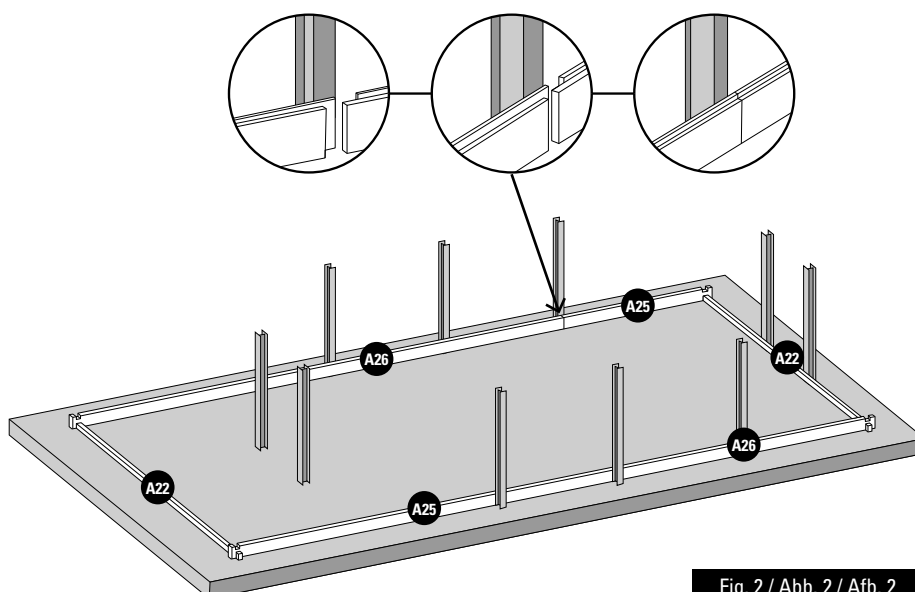

Fig. 2 / Abb. 2 / Afb. 2
- INSTALLATION OF THE FIRST LAYER OF BOARDS:** • Build the first layer placing boards (A22), (A25) and (A26) as shown by figure 2. • Adjust the shape of the pool using the inside dimensions indicated in the installation diagram (see page 44). • The drawing shows the inside dimensions of the pool for the different opposing diagonals. After having installed the first layer, you should check the inside dimensions of the pool.
- POSITIONNEMENT DE LA 1^{ÈRE} RANGÉE DE MADRIERS :** • Constituez la première rangée, en disposant les madriers (A22), (A25) et (A26) comme indiqué sur la figure 2. • Ajustez la forme de la piscine en vous aidant des dimensions intérieures indiquées sur le plan d'implantation (Voir page 44). • Le plan donne les dimensions intérieures du bassin pour les différentes diagonales opposées.
- POSITIONIERUNG DER ERSTEN REIHE VON BRETTERN:** • Errichten Sie die erste Reihe, indem Bretter (A22), (A25) und (A26) platzieren, wie Abb. 2 zeigt. • Passen Sie die Form des Pools an, indem Sie die angezeigten Innenmaße verwenden, die in der Einbauzeichnung (Siehe Seite 44) aufgeführt sind. • Die Zeichnung zeigt die Innenmaße des Pools für die verschiedenen gegenüberliegenden Diagonalen.
- PLAATSING VAN DE EERSTE RIJ PLANKEN:** • Construeer de eerste rij door het plaatsen van planken (A22), (A25) en (A26) zoals te zien is op afbeelding 2. • Plan de vorm van het zwembad aan waarbij u gebruik maakt van de interne afmetingen die zijn aangegeven op het montageplan (Zie pagina 44). • Het plan geeft interne afmetingen van het zwembad aan voor de verschillende tegenover elkaar liggende diagonale lijnen.